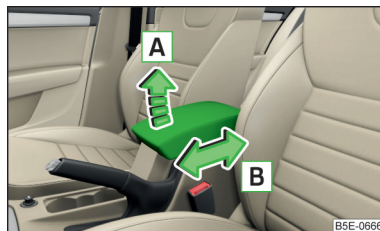

Fig. 68
- ▶ Pentru **reglarea pe înălțime**, ridicați cotiera în sensul săgeții  într-una din cele patru poziții de fixare » fig. 68.